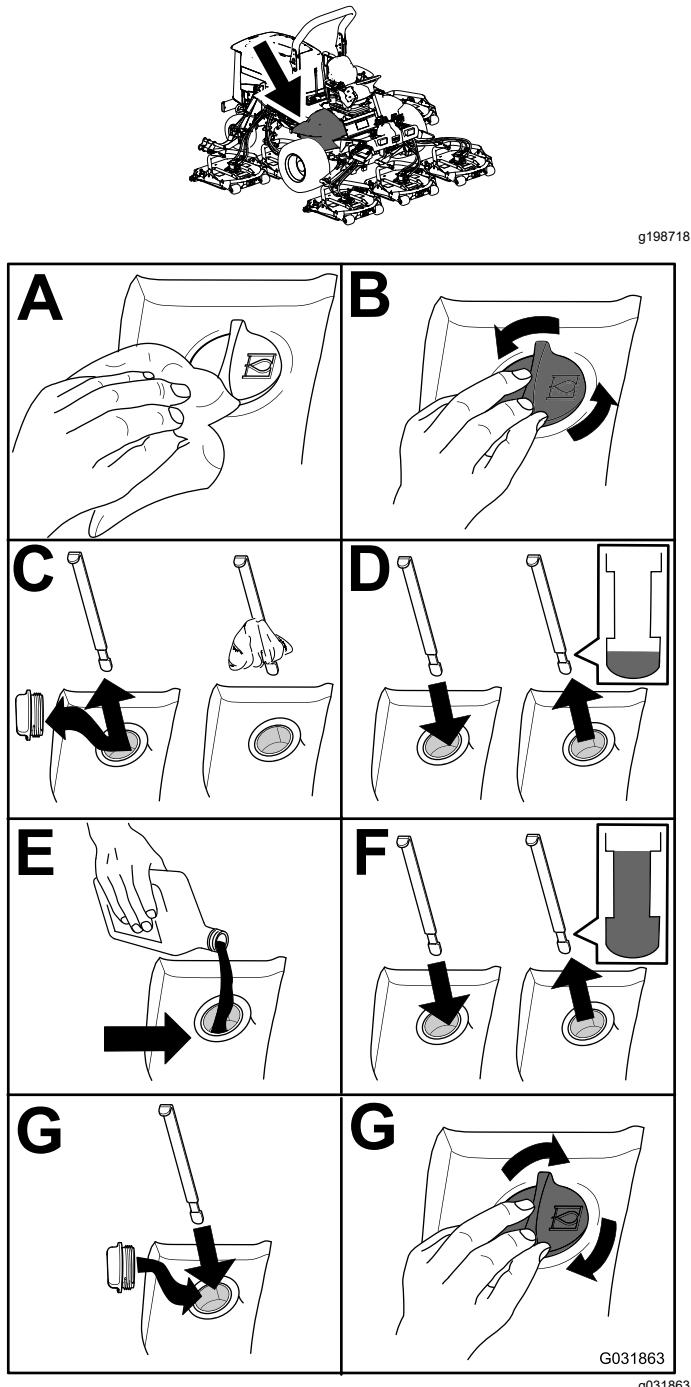

Figura 121
2. Compruebe el nivel de fluido hidráulico (Figura 121).